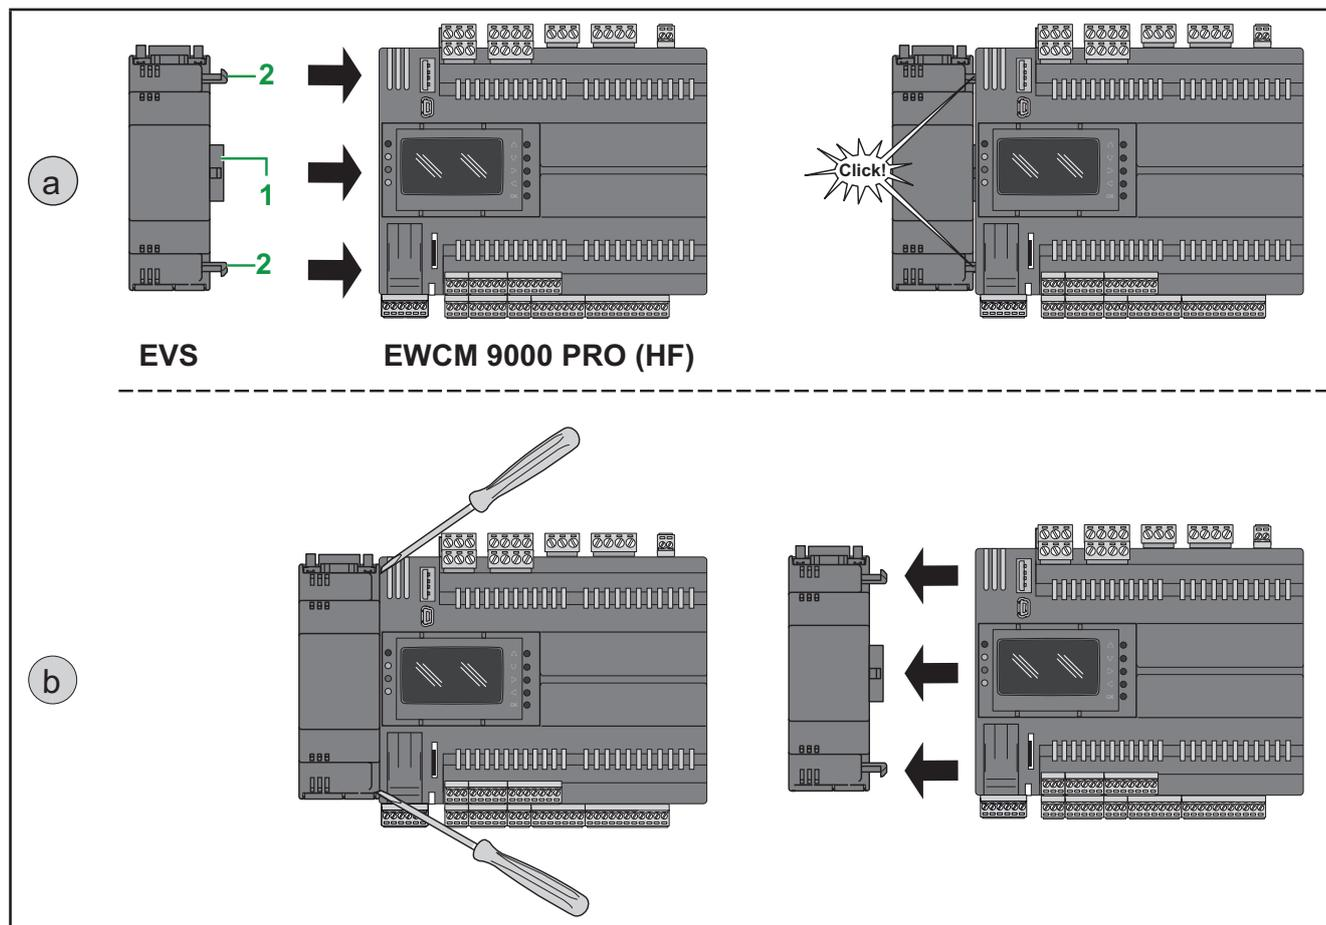

Fig. 14. Montaggio (a) / Smontaggio (b) dei moduli di comunicazione EVS
I moduli di comunicazione **EVS** sono moduli 2DIN che è possibile collegare a un controllore **EWCM 9000 PRO** (vedere **Fig. 14 a pag. 29**) per aumentare il numero e/o i tipi di porte di comunicazione.
1. tramite il connettore del modulo di comunicazione (vedere l'elemento 1 nella **Fig. 14 a pag. 29**),
2. con i due ganci di fissaggio (vedere gli elementi 2 nella **Fig. 14 a pag. 29**) a cui è fissato il modulo di comunicazione.